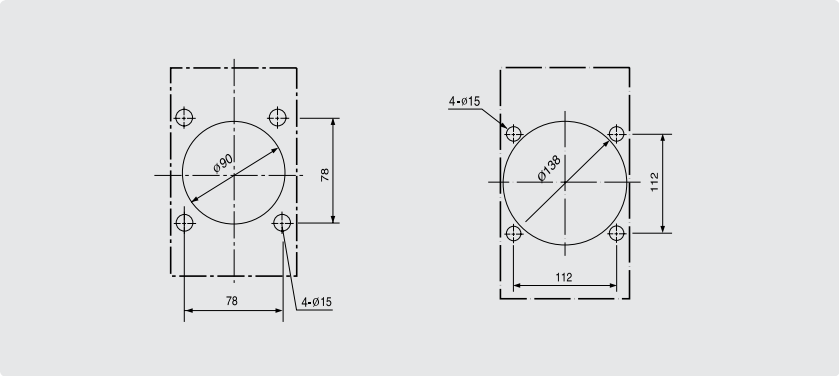

рис. 1
2. Высверлите отверстия, как показано на рис. 1